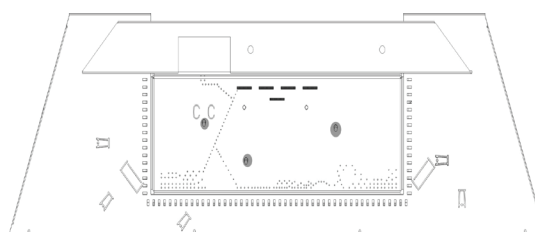

Figure 4
3. Placer le rocher (A) sur le brûleur (broches 1, 2 et 3). **Voir Figure 4**.